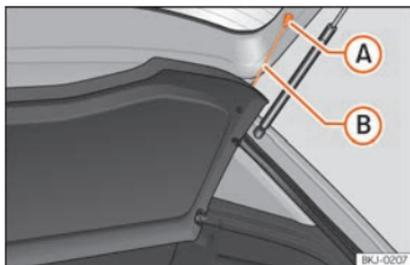

Fig. 116 Na bagageira: desmontar e montar a chapeleira.
- Desengate os tirantes de fixação »» **Fig. 116** (B) dos alojamentos (A).
- Engate os tirantes de fixação »» **Fig. 116** (B) na porta da bagageira.